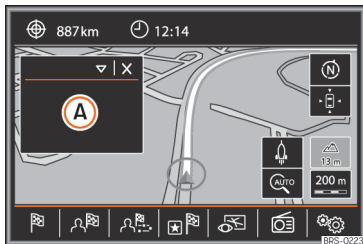

Abb. 217 Zusatzfenster angezeigt.
Im Zusatzfenster » **Abb. 217** (A) erscheinen die nachfolgend aufgeführten Informationen: